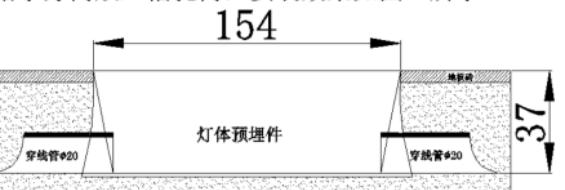

图 2
2. 在地面开Φ154mm×37mm 的槽孔, 根据灯具的指示方向放入槽孔内, 安装效果如图 2 所示。